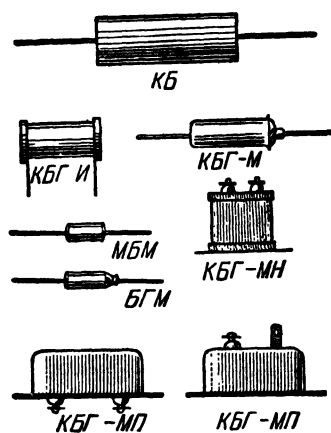

Рис. 4. Бумажные конденсаторы постоянной емкости.
**Бумажные конденсаторы** (рис. 4) состоят из лент тонкой фольги и проложенных между ними лент специальной конденсаторной бумаги. Эти ленты свертываются в виде рулонов или галет, упаковываемых в кар-